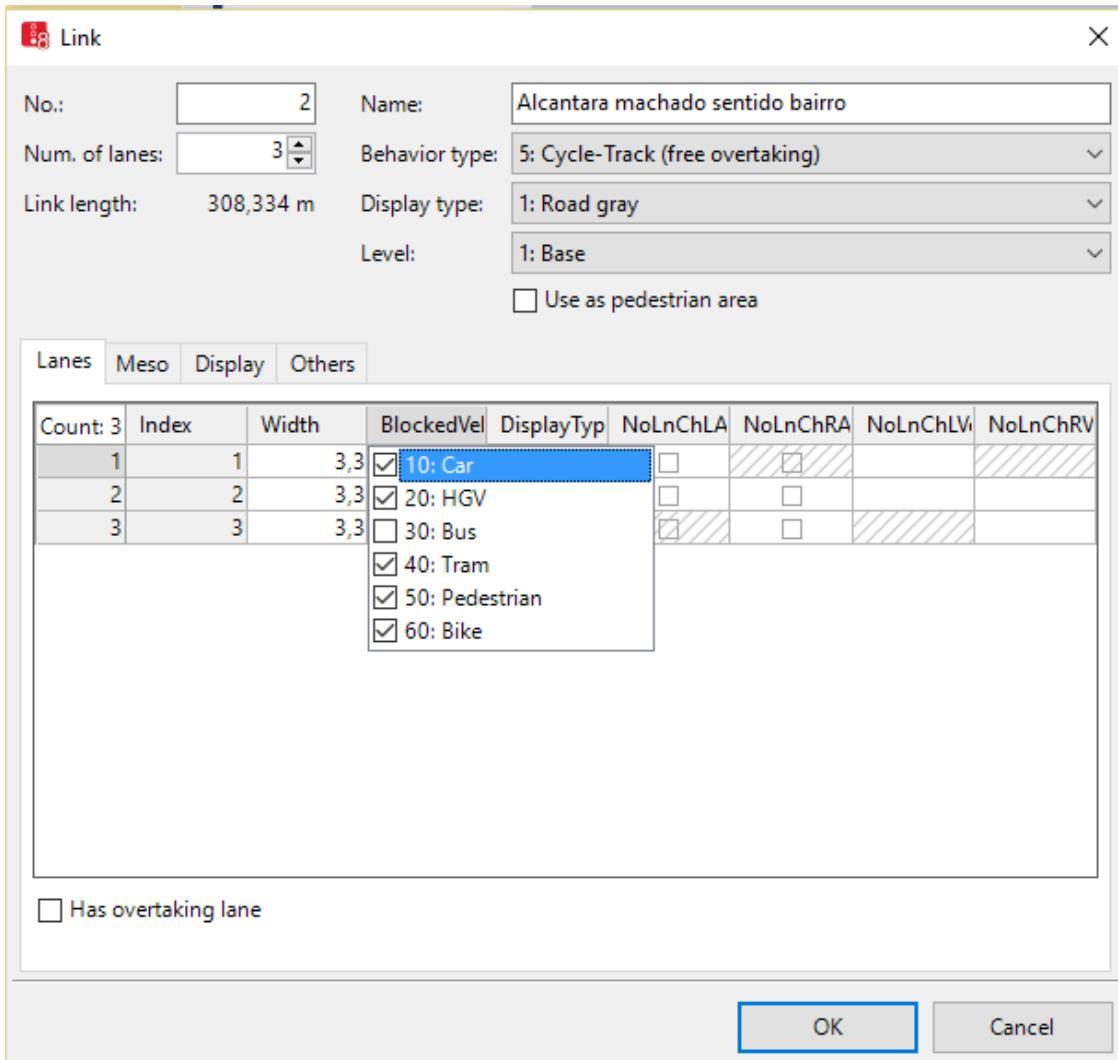

Figura 08
14. Na janela de Link, altere os seguintes parâmetros: **number of lanes** (3), **name** (Av. Alcântara Machado), **behavior type** (cycletrack) ,**width** (3,3 meters). Nesta via, a faixa da direita é uma faixa exclusiva de ônibus. Configuraremos então para a Lane 1, uma lista de veículos que não podem trafegar, como na Figura 08: